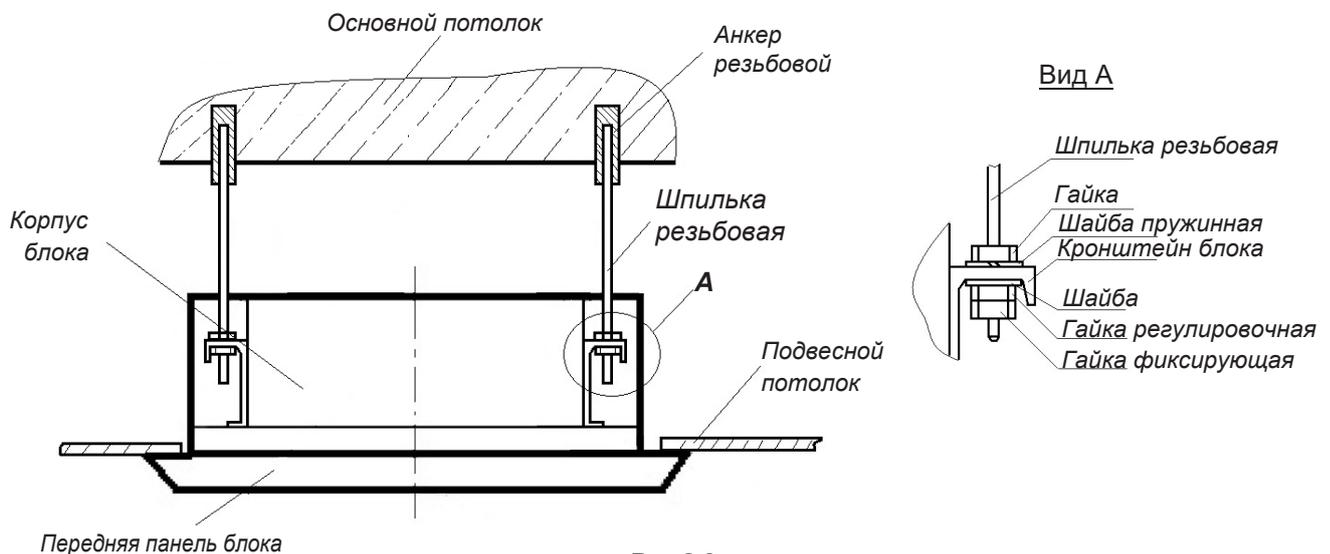

Рис.2.9
- Внутренний блок монтируется за подвесным потолком креплением к основному потолку с помощью 4-х резьбовых шпилек и анкеров (рис.2.9)